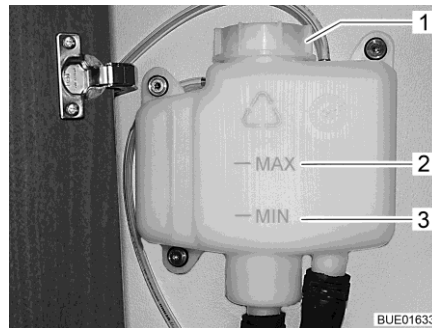

Fig. 292 Vase d'expansion sans cache
- Contrôler si le liquide se trouve entre les marques "MIN" (Fig. 292,3) et "MAX" (Fig. 292,2) sur le vase d'expansion (Fig. 292).
- Ouvrir le bouchon du vase d'expansion (Fig. 292,1).